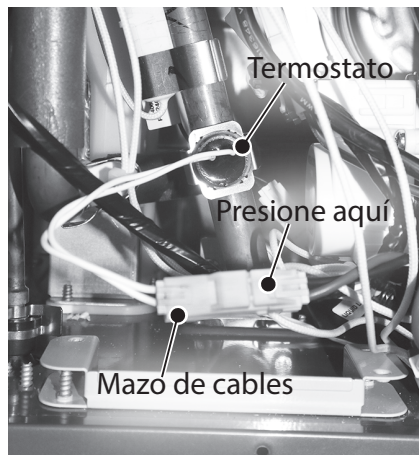

Figura 18 - Ubicación del termostato de protección contra congelamiento
- 4 Ubique el mazo de cables del termostato de protección contra congelamiento como se muestra en la Figura 18.
- 6 Desconecte el mazo de cables del termostato de protección contra congelamiento. Consulte la Figura 18.
AVISO: Presione la ubicación que se muestra en la Figura 18 para desconectar el mazo de cables.
- 9 Para instalar el termostato de protección contra congelamiento en el tubo de agua de salida, empuje con cuidado la abrazadera de metal en el tubo. La abrazadera de metal encajará en su lugar. Confirme que el termostato quede a ras contra las tuberías. Consulte la Figura 18.
- 10 Conecte el termostato de protección contra congelamiento al mazo de cables que se desconectó en el Paso 6. Consulte la Figura 18.